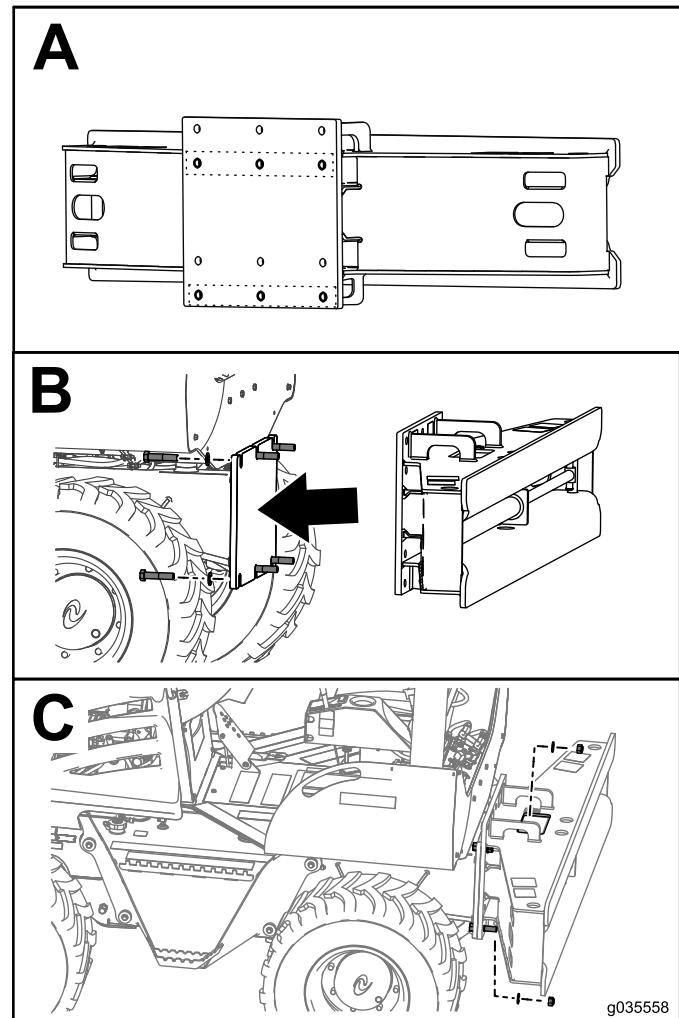

Рисунок 1
- Найдите два ряда отверстий в монтажной плите, предназначенной для крепления навесного оборудования к машине (вид А на Рисунок 1).
- Прикрепите раму скользящего механизма смещения к машине при помощи 6 болтов (3/4 x 3-1/2 дюйма), 12 шайб и 6 контргаек, как показано на виде В и С на Рисунок 1.